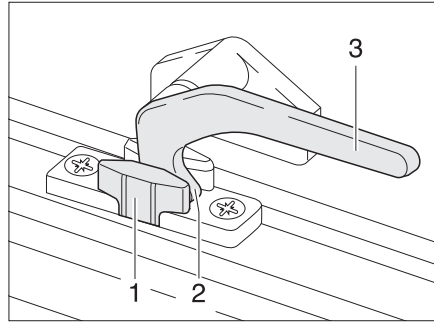

Bild 80 Verriegelungshebel in Stellung "Dauerbelüftung"
- in Stellung "Dauerbelüftung" (Bild 80)
- Den Verriegelungshebel (Bild 80,3) eine viertel Umdrehung zur Fenstermitte hin drehen.
- Den Verriegelungshebel eine viertel Umdrehung zum Fensterrahmen hin drehen. Die Verriegelungsnase (Bild 80,2) dabei in die Aussparung der Fensterverriegelung (Bild 80,1) einfahren.